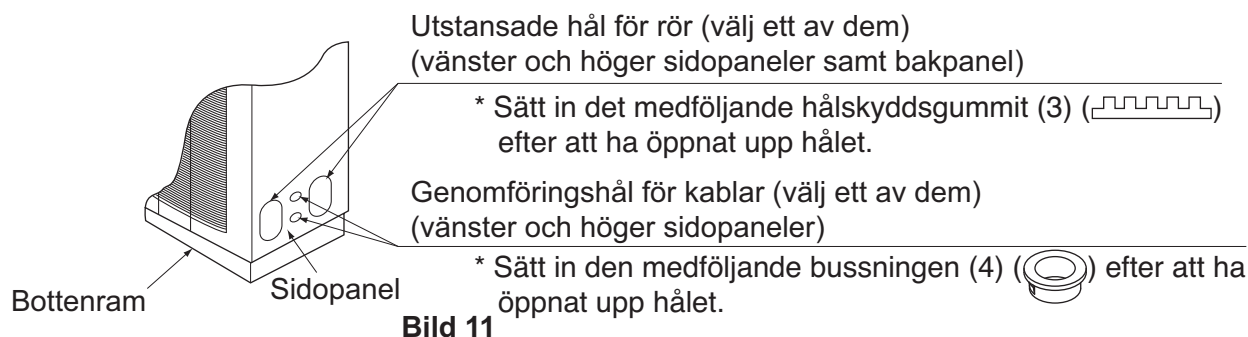

Bild 11
- Öppna de utstansade hålen på den högra (vänstra) sidopanelen. (Se bild 11)